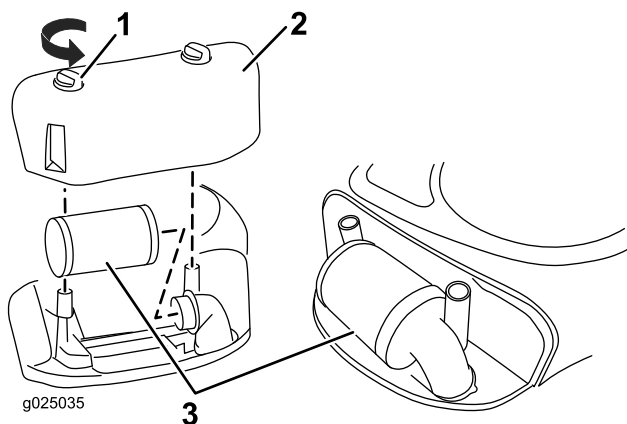

Bild 21
2. Drehen Sie die Handräder in die entriegelte Stellung (Bild 21).
4. Heben Sie das Ende des Filters an, um ihn abzunehmen (Bild 21).
2. Montieren Sie die Luftfilterabdeckung und die Handräder (Bild 21)